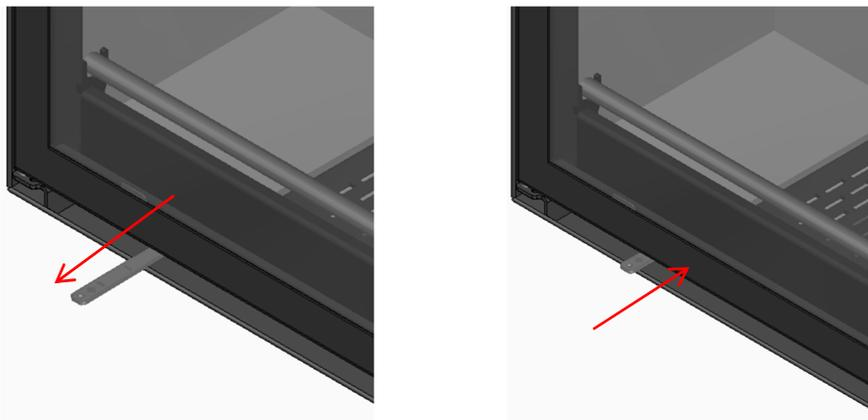

Figura 13 - Regulador ar de combustão
* Para abrir - Puxar o regulador com a chave que vem no equipamento, durante a fase de acendimento e maior consumo de lenha, Figura 13.
Deste modo também cria um efeito de limpeza do vidro, ajudando a manter o vidro limpo durante mais tempo, Figura 13.